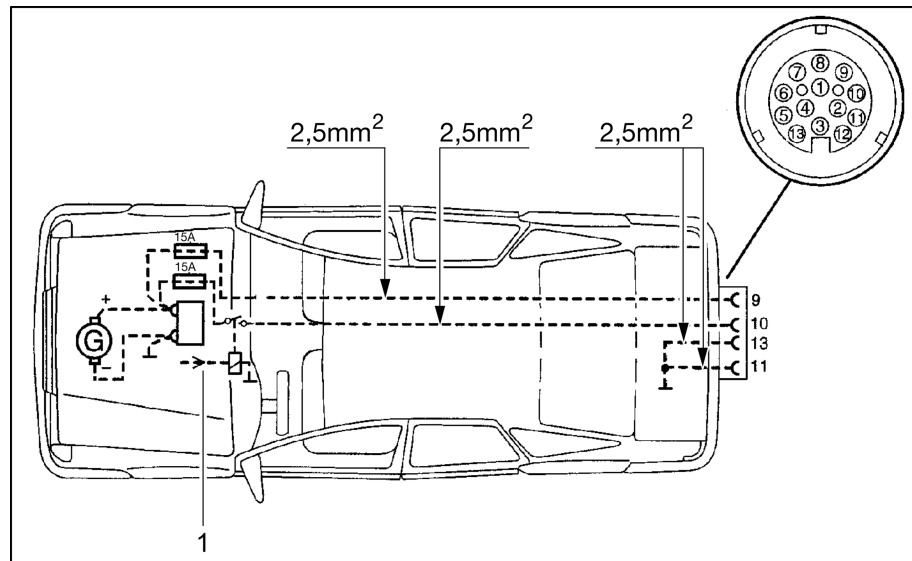

Bild 102 Zugwagen-Installationsplan (Autark-Paket)
- ▷ Das Zugfahrzeug mit den entsprechenden Kabelquerschnitten und einem Relais für die Stromversorgung (gesteuert über Zündung) nachrüsten (siehe Bild 102).